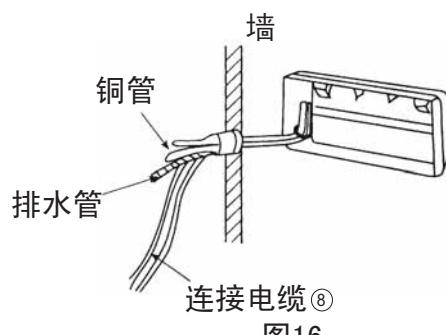

图16
(1) 将已整理好的连接电缆、排水管与铜管一起从墙上的预孔穿出。（图16）